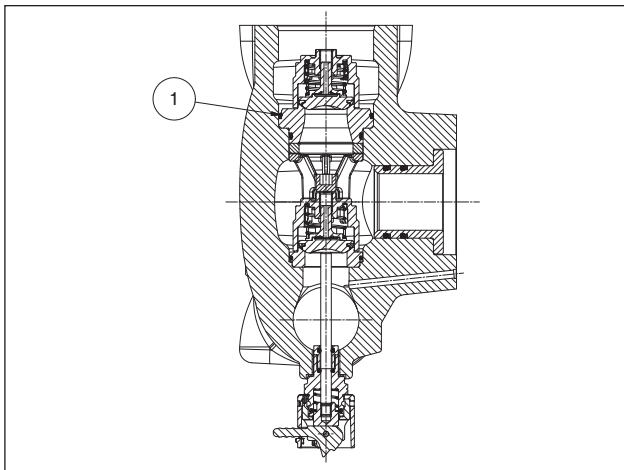

Fig. 128
Preste atenção especial na inserção do anel O-ring indicada na pos. ①, Fig. 128. É aconselhável o uso da ferramenta cód. 27516000 para evitar que o O-ring seja cortado durante a inserção.